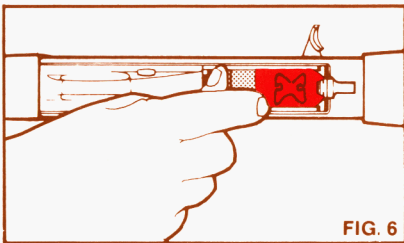

FIG. 6
LOADING THE MAGAZINE — 1. With the safety in the “on” position and the action closed, push the shot shell upwards against the carrier and forward into the magazine (Figure 6). There will be a “click” as the cutoff (the part that holds the shell in the magazine tube) snaps into position.
1. Avec le cran de sûreté en position “on”, et la culasse fermée, poussez la cartouche vers l’avant dans le tube du magasin (Fig. 6). Vous entendrez un déclic causé par l’arrêtoir qui maintient la cartouche dans le tube du magasin.
1. Achten Sie darauf, dass die Waffe gesichert und der Verschlussbolzen in der vorderen, geschlossenen Position ist. Schieben Sie eine Patrone unterhalb des Systemkastens gegen den Zubringer und gleichzeitig nach vorn in das Magazin (Abb. 6).
1. Con el seguro en la posición “on” y la acción cerrada, empuje el cartucho hacia arriba contra la teja y hacia adelante dentro del cargador (Fig. 6). Cuando el “cutoff” (la parte que soporta el cartucho en el tubo del cargador) se cierra de golpe en su puesto, habrá un “chasquido”.